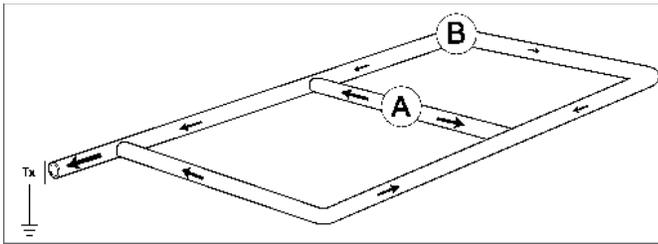

Fig. 7.5: Sistema con bucle 2
En la práctica, con tuberías de diferentes edades y revestimientos, los puntos de lectura cero (0) podrían estar en cualquier lugar. Las lecturas de corriente respectivas indicarán la dirección a seguir; consulte la Fig. 7.5.